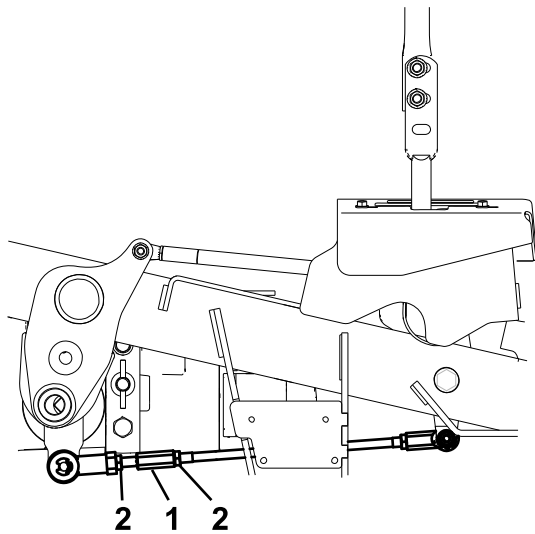

Bild 64
10. Stellen Sie die Länge der Pumpenschaltstange ein, indem Sie die Doppelmutter an der Stange so weit in die entsprechende Richtung drehen, bis sich die Räder leicht zurückdrehen (Bild 64).